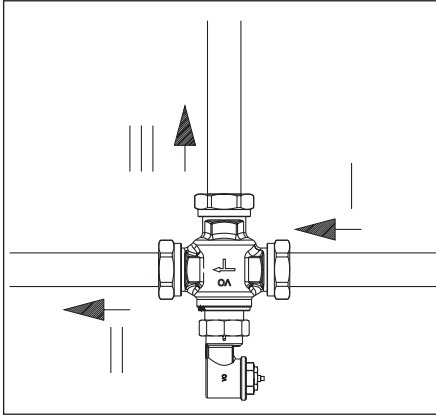

Abb. 5.4 Montage Winkeladapter
5. Verschrauben Sie den Winkeladapter mit dem „Tri-D-TR“ Verteilventil (siehe Abb. 5.4)